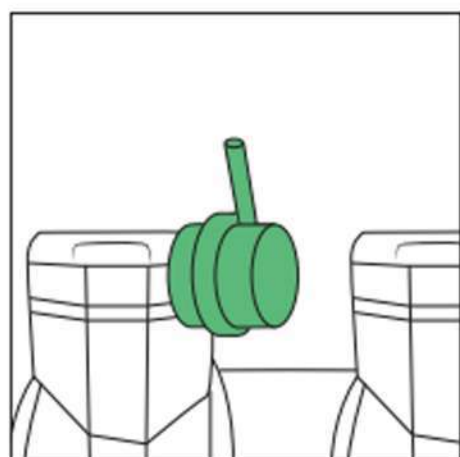

Рис. 14
- Для зниження шуму встановіть трубки ресивера у корпус фільтра (Рис. 14).